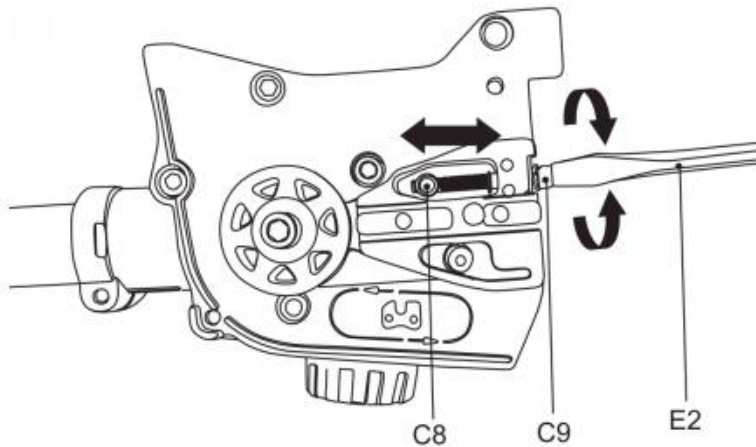

Fig. 9
5) Använd skruvmejseländan på multiverktyget (E2) för att vrida kedjespänningsskruven (C9) moturs, sedan flyttas spännstiftet (C8) åt vänster. Om kedjespänningsskruven (C9) vrids medurs, flyttas spännstiftet (C8) åt höger. (Fig. 9)